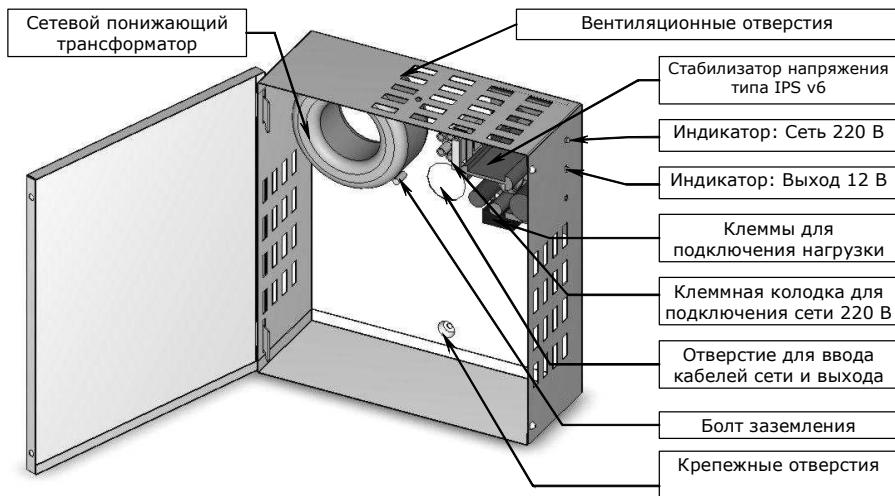

Рисунок 1. Размещение составных частей источника
5.5 Пропустить сетевой кабель через отверстие для ввода (см. рис. 1) и подключить его к колодке сети 220 В, предварительно зачистив и залудив его концы.